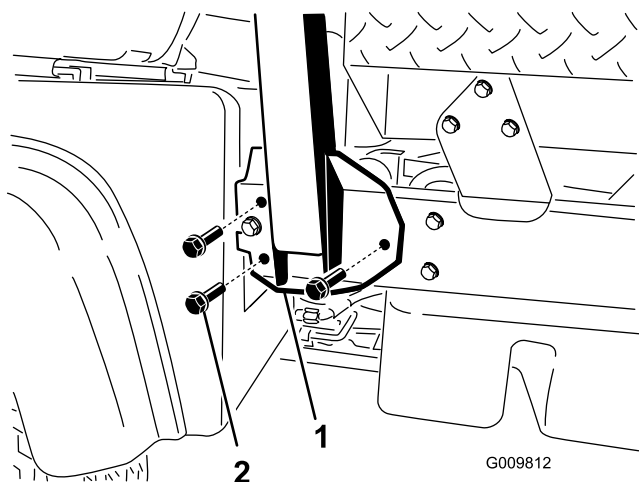

Figura 4
1. Alinee cada lado del ROPS con los taladros de montaje del bastidor en cada lado del vehículo, según se muestra en Figura 4.